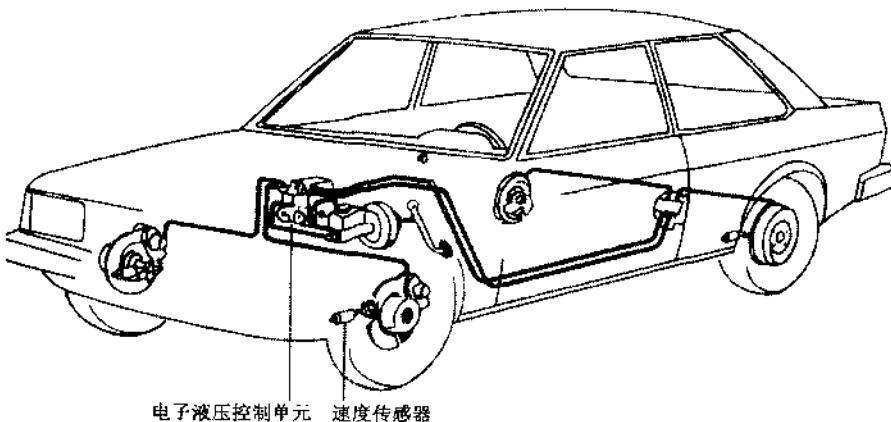

图 7.18 一汽红旗轿车 ABS 的安装位置
### (2) 一汽红旗轿车 ABS 在车上安装位置如图 7.18 所示。